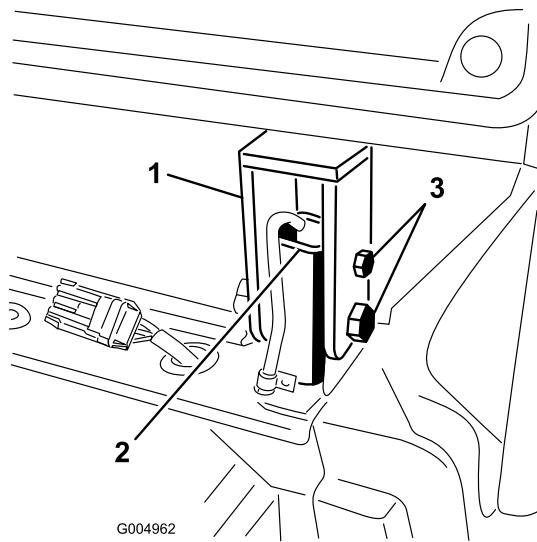

Figura 81
32. Retire os parafusos e as porcas que fixam a montagem traseira da cabina às colunas ROPS (Figura 81).